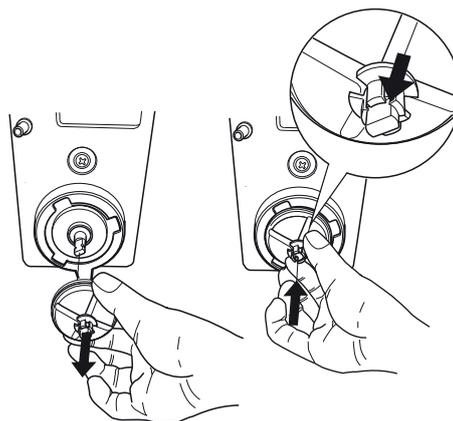

Fig. 10
- Para desmontar a ventoinha, faça uma leve pressão para soltá-la. (fig. 10);